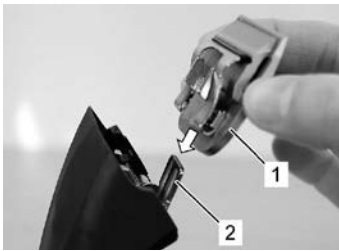

Fig. 14
6. Mettez la tête de coupe désirée sur la charnière de peigne et rabattez-la par pression légère vers la tondeuse en marche (Fig. 14, 15, 16).